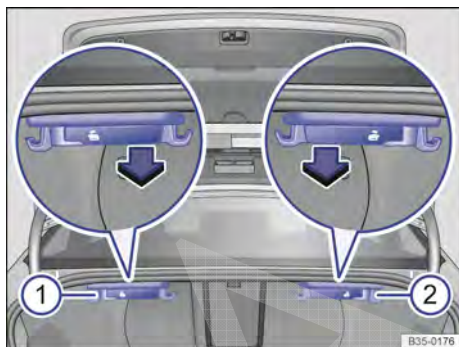

Fig. 81 No compartimento de bagagem: alavanca de destravamento à distância para a parte esquerda ① e a para parte direita ② do encosto do banco traseiro.
- Puxar a alavanca de destravamento à distância para o encosto do banco traseiro esquerdo → Fig. 81 ① e direito ② no sentido da seta. A parte destravável do encosto do banco traseiro é rebatida automaticamente para frente.